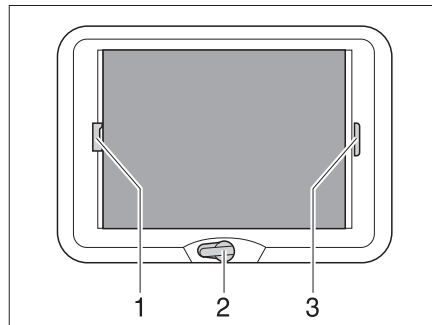

Bild 27 Kurbelhub-Dachhaube
*Öffnen:* ■ Die Handkurbel (Bild 27,2) drehen, bis Widerstand spürbar ist (max. Öffnungswinkel 70°).
*Schließen:* ■ Die Faltverdunklung am Griff (Bild 27,3) ziehen und an der gewünschten Position loslassen. Die Faltverdunklung bleibt in dieser Position stehen.
*Schließen:* ■ Den Insektenschutz am Griff (Bild 27,1) zum gegenüberliegenden Griff der faltverdarkung (Bild 27,3) ziehen und einrasten lassen.
*Öffnen:* ■ Den Griff des Insektenschutzes (Bild 27,1) hinten nach oben drücken und den Insektenschutz an der faltverdarkung (Bild 27,3) aushängen.